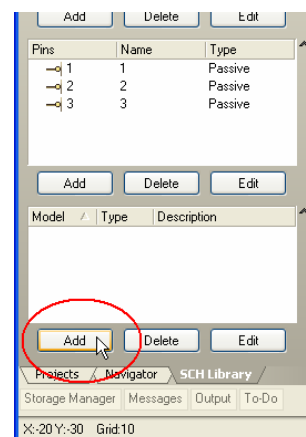
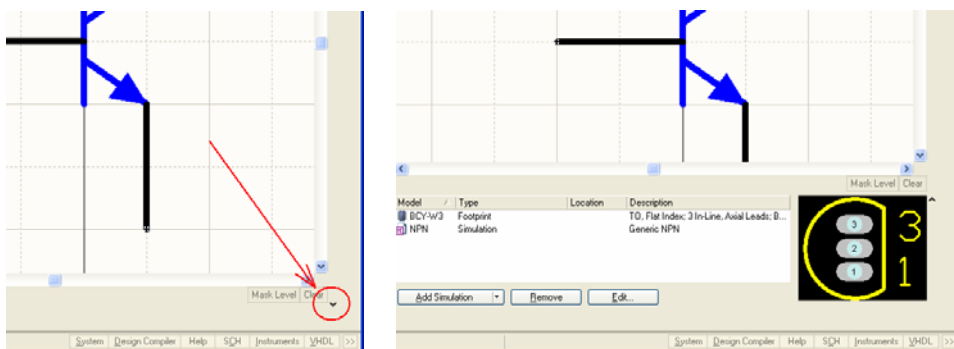

図 11 Sch Library パネルを利用してモデルを追加
図 12 Models 画面を表示するには、ワークスペース下部の矢印をクリックします。それから、Add ボタンを使用してモデルの種類を選択し、新規モデルを追加します。
あるいは、モデルを既存のコンポーネントに追加することもできます。**SCH Library** パネルの **Model** リストの下にある **Add** ボタンをクリックするか図 11、回路図ライブラリ・エディタ・ワークスペースの **Models** 領域を使ってください。Models 画面を表示するには、の様にワークスペースの右下にある ▼ 矢印をクリックします図 12。
1. 回路図ライブラリ・エディタ・ワークスペースで **Models** 画面を表示させます。上下の矢印シンボル ▼ をクリックしてください。図 12